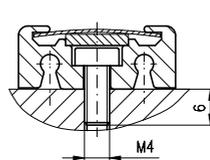

Abb. 2
- Magnetband in der Nut der Profilschiene ausrichten (Abb. 2).